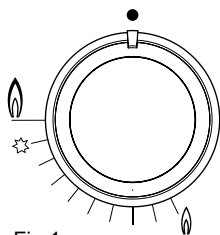

Fig.1
Gire en sentido antihorario el mando correspondiente hasta la posición de máximo (llama grande, fig. 1) y apriete el mando.
En ausencia de energía eléctrica, es posible encender los quemadores con los fósforos, situando el mando en el punto de encendido (llama grande, fig.1).
- Controle que los mandos estén siempre en la posición de cierre (vea la fig. 1) cuando el aparato no esté en funcionamiento.
- En caso de que la llama se apague accidentalmente, la válvula de seguridad después de pocos segundos interrumpirá automáticamente el suministro del gas. Para volver a encender el aparato ponga el mando en el punto de encendido (llama grande fig. 1) y apriete.